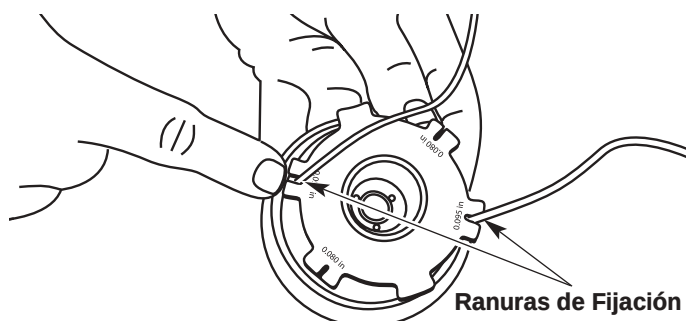

Fig. 38
13. Inserte los extremos de la línea a través de los ojalillos de la bobina exterior y coloque el carrete interior con el resorte dentro de la bobina exterior (Fig. 38). Empuje el carrete interior y la bobina exterior entre sí. Mientras sostiene el carrete interior y la bobina exterior, tome los extremos y tire con firmeza para soltar la línea de las ranuras de fijación de la bobina.